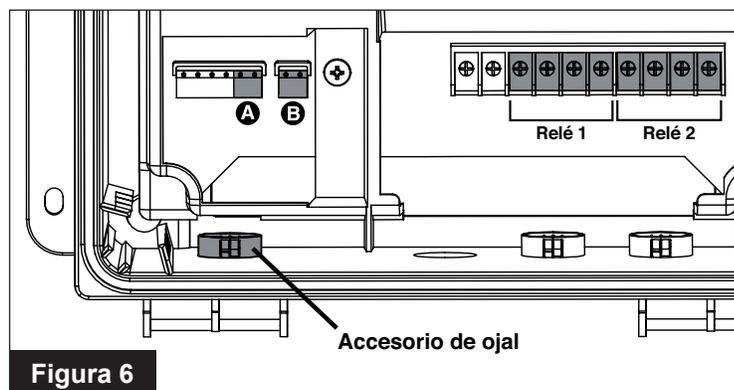

Figura 6
3. Inserte el cable en el accesorio de ojal más a la izquierda (**Figura 6**) y tire del cable hacia el compartimento para conexión eléctrica.
5. Inserte los conductores en el terminal del sensor de temperatura («A» en la **Figura 6**) y sujete los cables individuales en sus ranuras correspondientes.
5. Inserte el cable en el accesorio de ojal más a la izquierda (**Figura 6**) y tire del cable hacia el compartimento para conexión eléctrica.
7. Inserte los conductores en el terminal del calentador («B» en la **Figura 6**) y sujete los conductores individuales.
Una luz para piscina debería conectarse al Relay 1 (Relé 1) o al Relay 2 (Relé 2) (**Figura 6**).